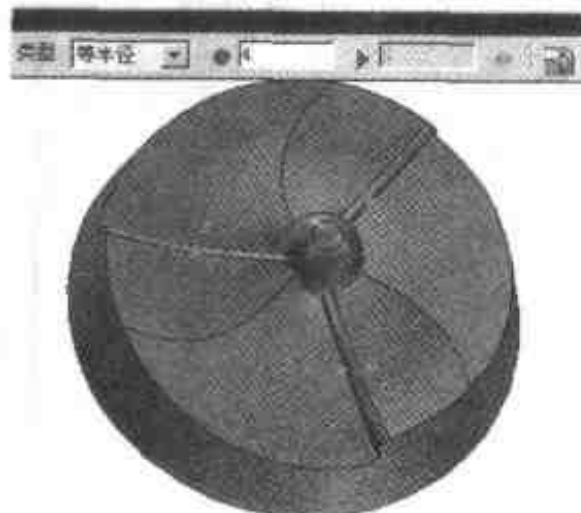

图 2.138 过渡棱边
- (2) 用 R4 为半径过渡如图 2.138 所示的棱边。